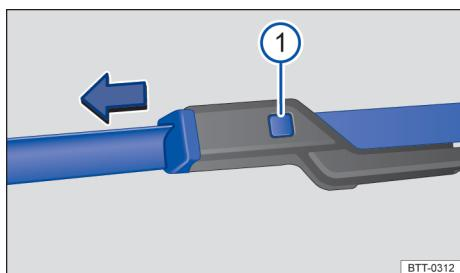

Fig. 108 Substituir as palhetas dos limpadores do para-brisa.
- Manter o botão de destravamento → **Fig. 108** ① pressionado e, ao mesmo tempo, retirar a palheta do limpador do para-brisa no sentido da seta.